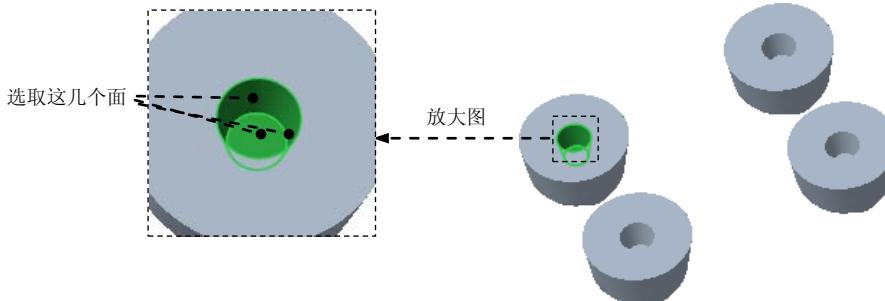

图 22.20 定义要复制的面
下面的操作是创建零件 **faucet_knob.prt** 的主分型面，如图 22.20 所示，以分离模具的上模型腔和下模型腔。其操作过程如下。
(1) 选取图 22.20 所示的模型内表面（共 3 个面）。